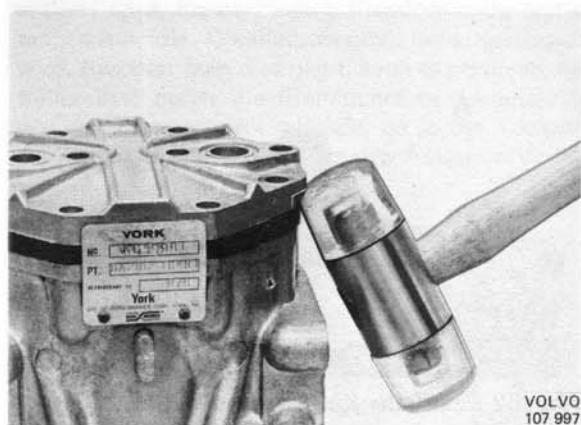

Abb. 54 Ausbau des Zylinderkopfes
3. Zylinderkopf durch leichte Schläge mit einem Kunststoffhammer lockern und dann abnehmen. Mit dem Hammer wird auf die abstehenden Ecken des Zylinderkopfes geklopft (Abb. 54).